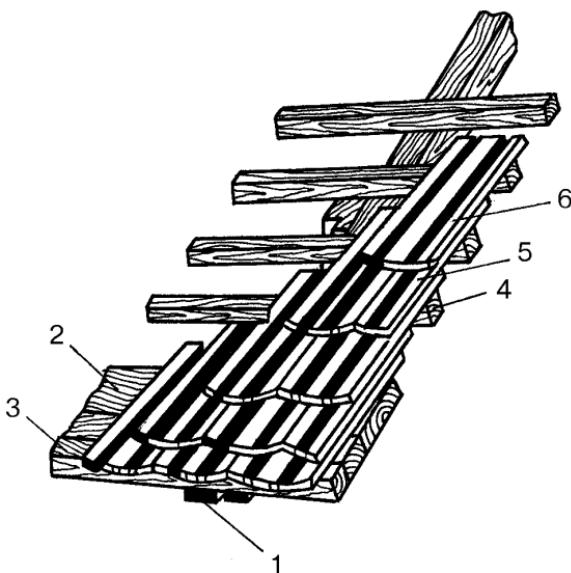

Рис. 58. Устройство кровли из плоской черепицы
► **Плоская черепица** (рис. 58) образует довольно тяжелую двухслойную или трехслойную кровлю. Укладывается она от любого фронтона, крепится гвоздями или кляммерами, а крайние черепицы – специальными скобами или проволокой. Прикарнизный ряд укладывается на сплошную обрешетку карнизного свеса, при этом черепицы цепляются за край карнизной обрешетки. Черепицы второго ряда крепятся за верхний торец черепиц первого ряда. Все